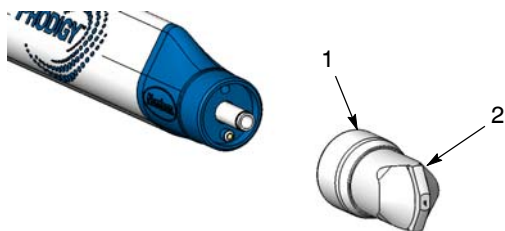

Рис. 20 Снятие форсунки
1. См. рис. 20. Отвернуть накидную гайку (1) и снять форсунку (2).
4. См. рис. 20. Снять форсунку с распылителя, чтобы не повредить ее во время выполнения работы.
- См. рис. 20. Поставить форсунку (2) и затянуть накидную гайку (1).